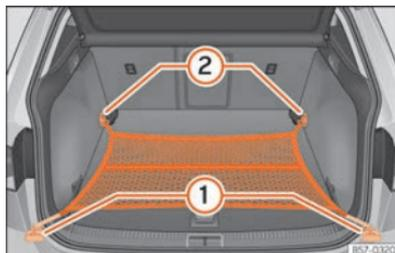

Abb. 177 Im Gepäckraum: flach eingehängtes Gepäckraumnetz.
- Hängen Sie die Haken in die Verzurrrösen ein » (Abb. 177) (1) und (2) » ⚠️. Der Reißverschluss des Gepäckraumnetzes muss dabei nach oben zeigen.